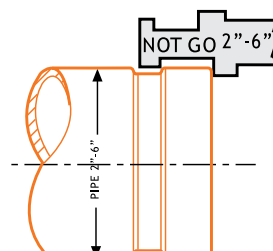

Fig. 2
5. Positioneer de kaliber over de groef en de dichtingszitting. De uitsparing mag ditmaal niet passen in de groef en over de dichtingszitting. (zie afbeelding 2).